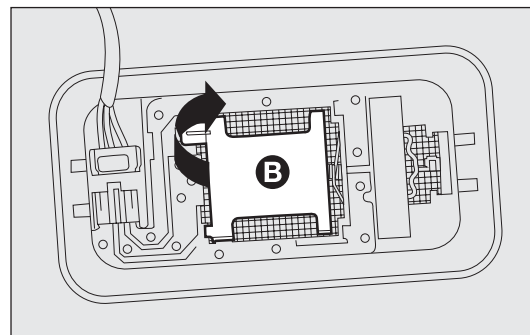

fig. 161
- ouvrir le capuchon B-fig. 161 comme indiqué ;